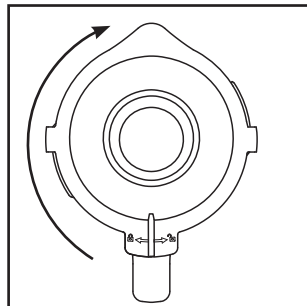

Fig. 2
- 4) Apăsăți din nou capacul ② pe recipientul de amestecare ③. Închideți capacul ② rotindu-l în sens orar, în poziția  până când se blochează cu un sunet (a se vedea fig. 2). Aveți grijă ca gura de turnare de pe recipientul de amestecare ③ să fie închisă. Motorul poate porni numai după ce capacul ② este așezat fix.